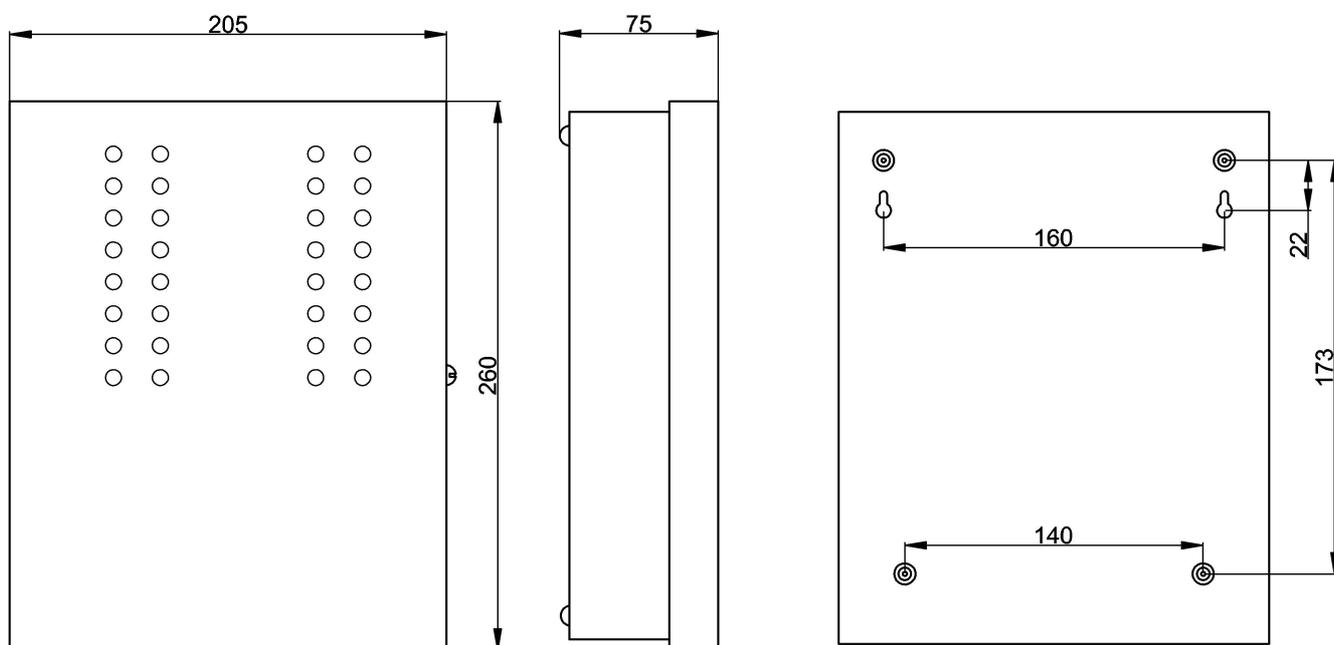

Рис.5.7 Габаритные и установочные размеры прибора (металлический корпус)
На задней стенке корпуса имеются отверстия для ввода проводов внешних подключений и кабеля антенны. Пластиковый корпус имеет специальную выемку, для подключения кабеля выносной антенны сбоку. Отверстия, диаметром 5мм предназначены для крепления прибора шурупами к стене. Два отверстия имеют вид пазов для навешивания на шурупы, нижние два отверстия служат для фиксации прибора (Рис.5.7, 5.8).
Прибор устанавливается в охраняемом помещении, в удобном для технического обслуживания месте. Прибор крепится к стене на высоте, удобной для наблюдения за индикацией. Прибор навешивается на два шурупа, ввинченных в стену и крепится другими шурупами через отверстия в дне корпуса (Рис. 5.7, 5.8).
- завернуть в стену два шурупа по установочным размерам (Рис.5.7, 5.8);